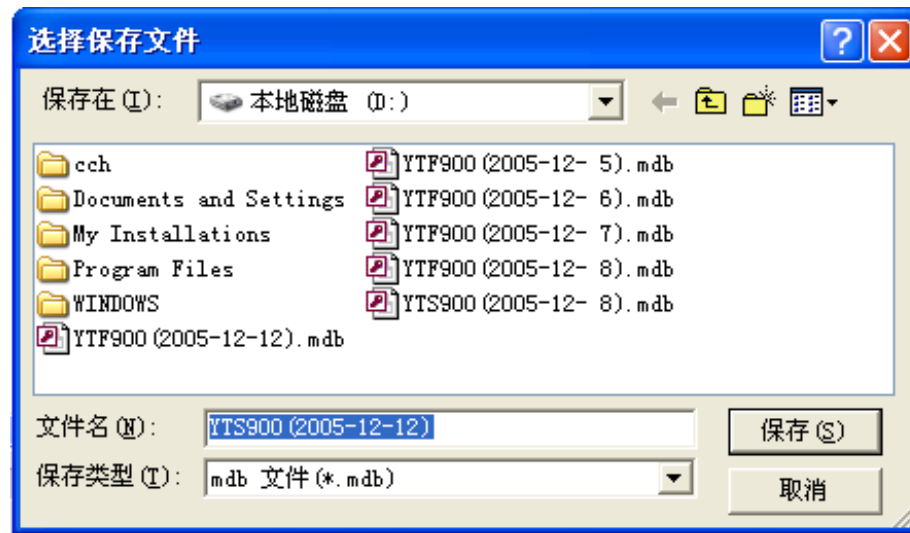

图 47
2) 单击“保存文件”按钮，将显示“选择保存文件”对话框，如图 47